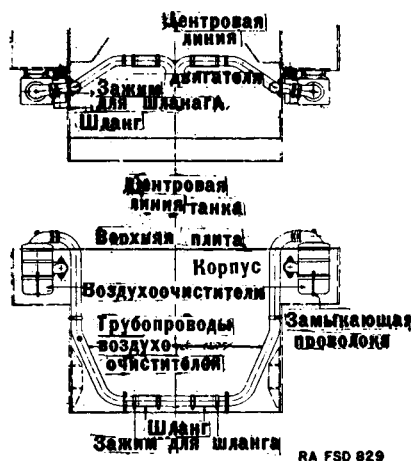

Рис. 31. Установка воздухоочистителей.
26. Воздухоочистители (рис. 31 и 32).